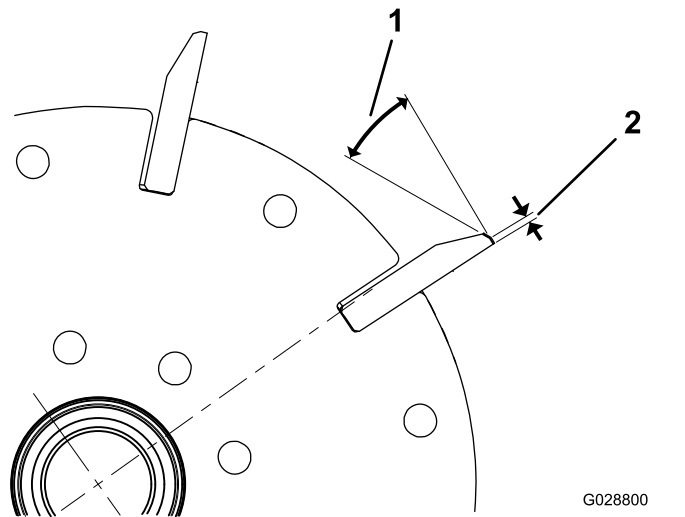

Bild 28
1. Tragen Sie einen Nachschliff von 30° auf alle Messerspindeln auf, bis die Kante 0,8 mm breit ist. (Bild 28).